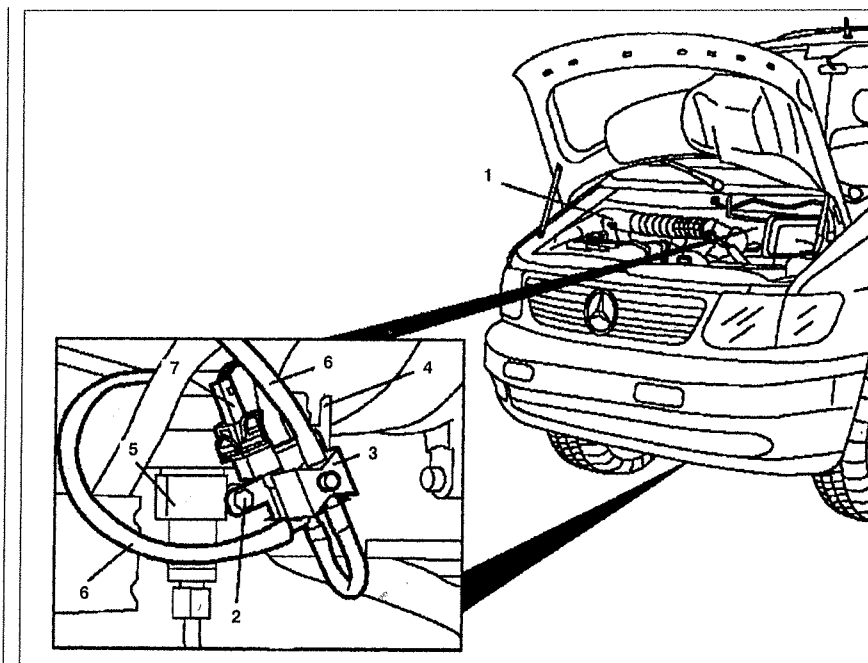

Рис. 3.46. Отсечной клапан рециркуляции отработавших газов (EGR):
1. Снимите массовый датчик измерения расхода воздуха 1 (см.рис.3.46).